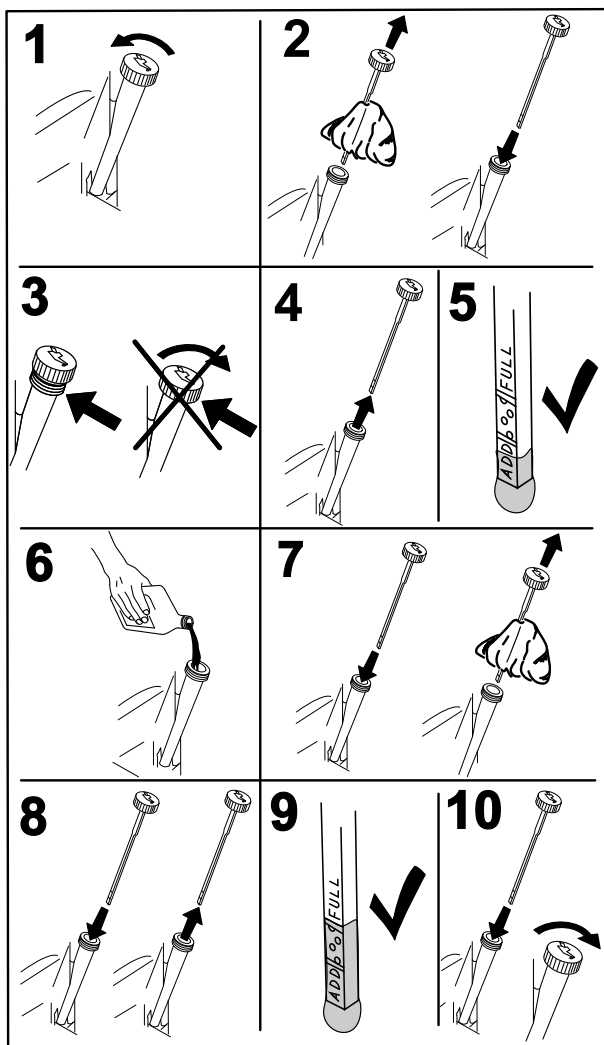

Figure 38
4. Avant de quitter la position de conduite, coupez le moteur, enlevez la clé de contact et attendez l'arrêt de toutes les pièces mobiles (Figure 38).